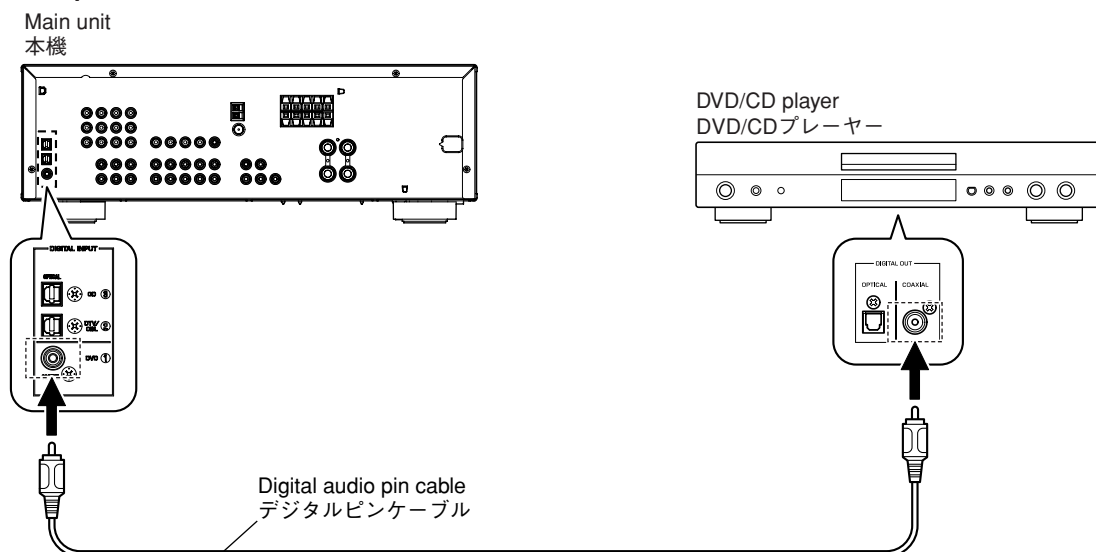

Fig. 1
1. Connect the main unit and DVD/CD player as shown below. (Fig. 1)
1. 本機とDVD/CDプレーヤーを下記のように接続します。(Fig. 1)